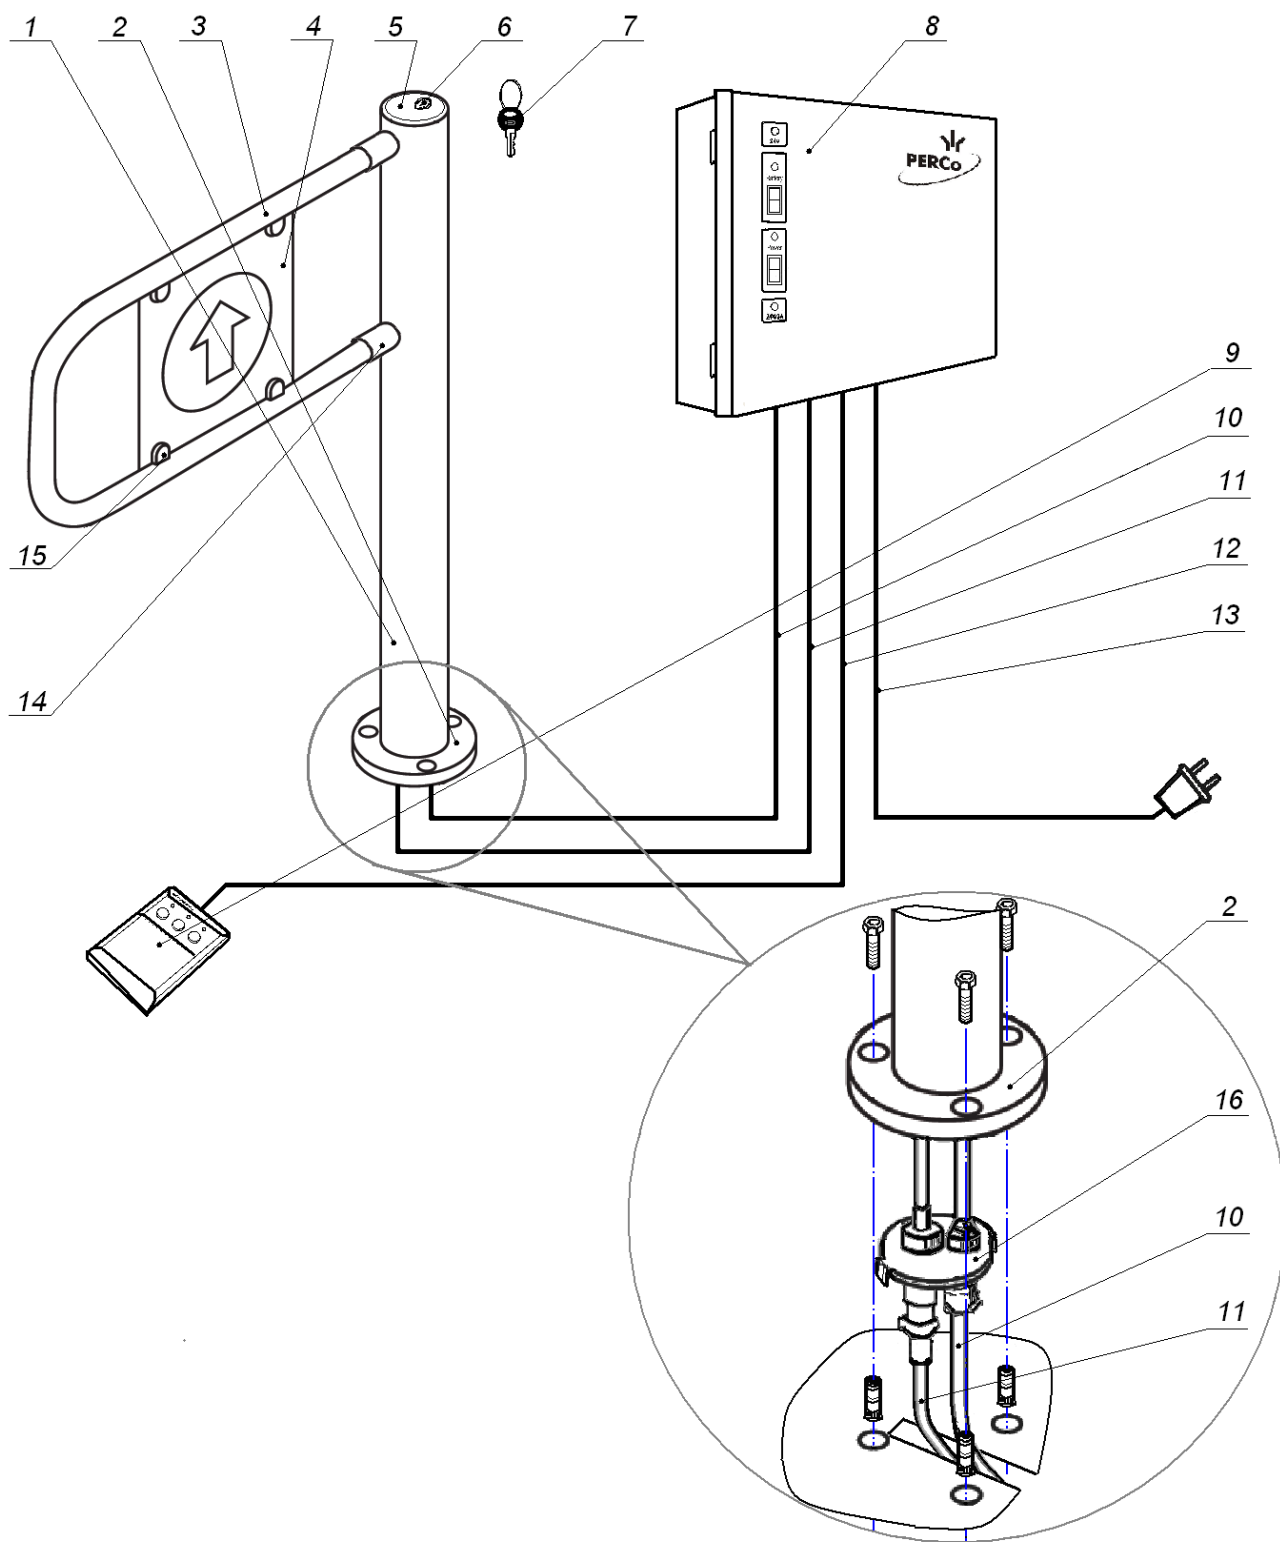

Рисунок 2 Общий вид калитки
Общий вид калитки представлен на рис. 2. Номера позиций узлов и деталей в тексте данного руководства по эксплуатации указаны в соответствии с рис. 2, если нет ссылки на иной рисунок.
Для механической разблокировки калитки необходимо вставить ключ замка механической разблокировки (7) (см. рис. 2) в замок (6), повернуть ключ на 90° по часовой стрелке. После этого створку можно свободно повернуть в любую сторону и оставить в открытом состоянии.
Калитка имеет следующую маркировку: На калитке – этикетка расположена внутри поворотной стойки под крышкой (5) (см. рис. 2). Для доступа к этикетке необходимо снять крышку поворотной стойки, отвернув в верхней части стойки калитки 3 установочных винта. На блоке управления – этикетка расположена на тыльной стороне блока.